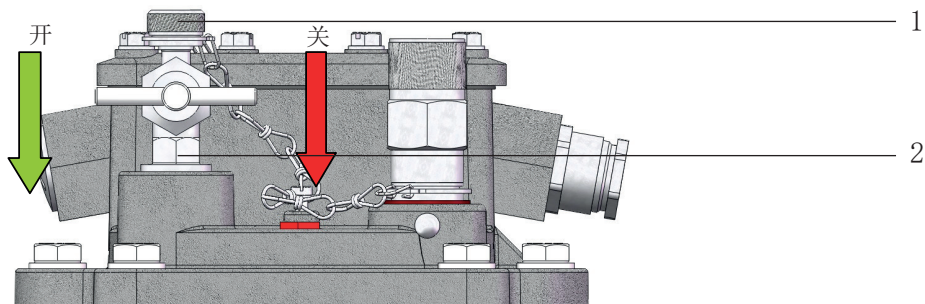

图8 - 测试阀
- 从测试阀（图 8/ 2 号）上拧下小闷盖螺母（图 8/ 1 号）